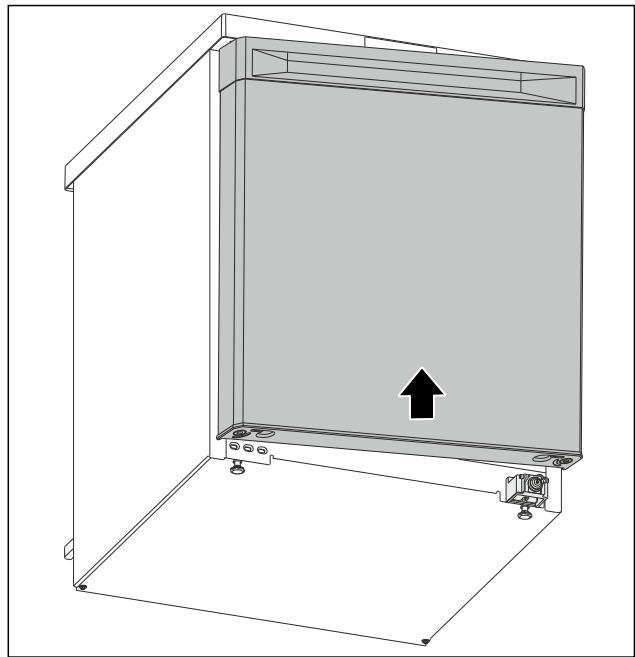

Fig. 22
- Inserire la porta aperta sul perno superiore. (vedere Fig. 22)